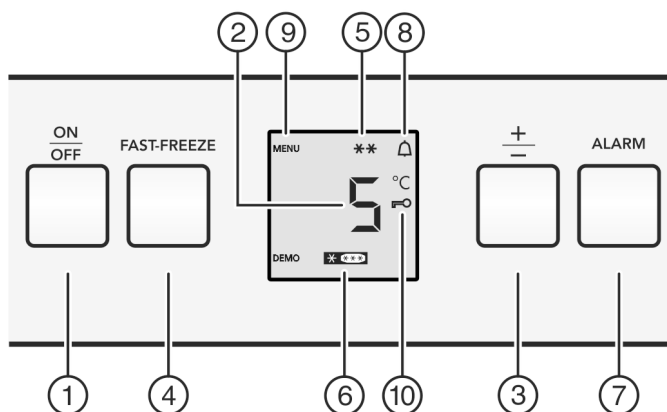

Fig. 2
- ▶ Aan/uit-toets *Fig. 2 (1)* indrukken.
- ▶ Druk de toets Fast-Freeze *Fig. 2 (4)* ca. 5 seconden in.
- ▷ Op het display wordt het symbool Menu *Fig. 2 (9)* weergegeven.
- ▶ Met de toets Fast-Freeze *Fig. 2 (4)* kort bevestigen.
- ▷ Het symbool Kinderbeveiliging *Fig. 2 (10)* brandt op het display.
- ▶ Druk de toets On/Off *Fig. 2 (1)* kort in.
- ▶ Toets Alarm *Fig. 2 (7)* indrukken.
Tegelijkertijd knipperen de temperatuursdisplay en het symbool Alarm *Fig. 2 (8)*.
Het akoestisch alarm stopt automatisch, het symbool Alarm *Fig. 2 (8)* gaat uit en de temperatuursdisplay houdt op met knipperen, wanneer de temperatuur weer laag genoeg is.
► Temperatuurfunctie oproepen: Druk de insteltoets “+/-” Fig. 2 (3) in.
► Temperatuur in 1 °C stappen wijzigen: Druk de insteltoets “+/-” Fig. 2 (3) net zo vaak in, totdat de gewenste temperatuur op het temperatuurdisplay oplicht.